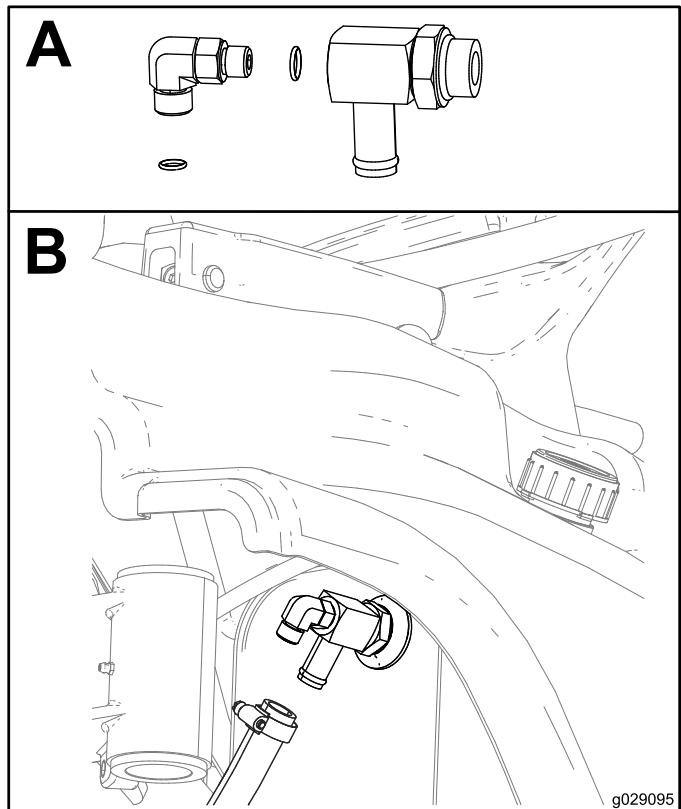

図 18
3. 90° フィッティング 3/8 x 3/8 インチ、オスを、90° フィッティング 3/8 インチ・メス x 3/8 インチ・オス x 3/4 インチ・ホースバーブに、図 18のAのように取り付ける。
4. 機体右側の油圧タンクの後部にある既存のエルボフィッティングを取り外し、90° フィッティングとアダプタを取り付けてホースを接続する。図 18のBを参照。